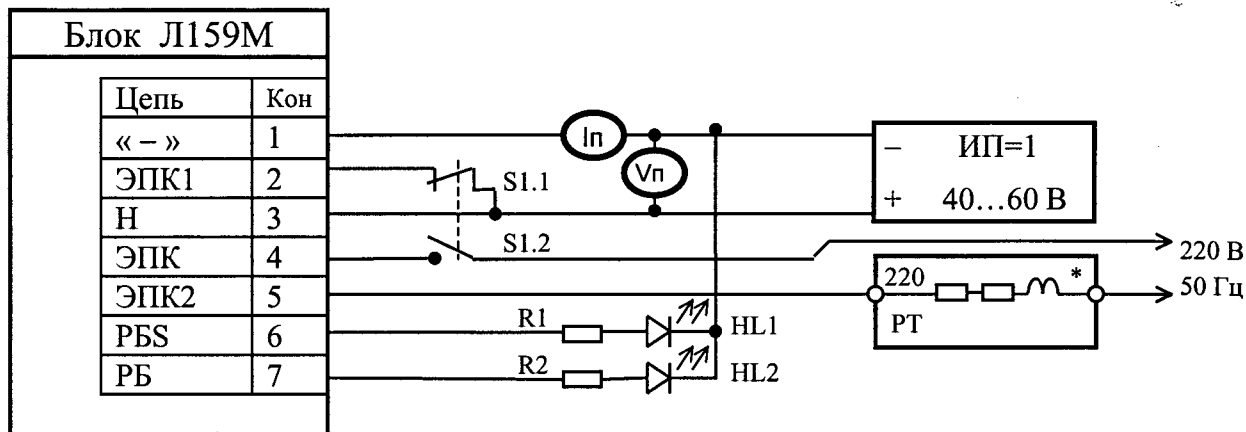

Рис. 1. Схема испытаний блока Л159М.
3.1.3.1. Проверка функционирования блока Л159М производится по схеме рис. 1. Проверьте функционирование блока по таблице 3.1 при напряжениях питания источника ИП=1:  $(40 \pm 1)V$ ,  $(50 \pm 1)V$  и  $(60 \pm 1)V$ . Условные обозначения, принятые в таблице 3.1: